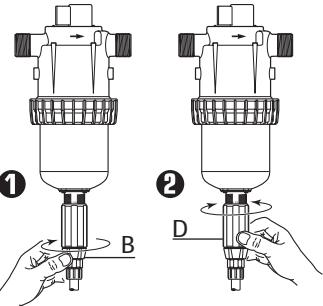

Fig. 12
- Svitare l'anello di bloccaggio (Fig. 12-B).
- Ristringere l'anello di bloccaggio (Fig. 12-B).